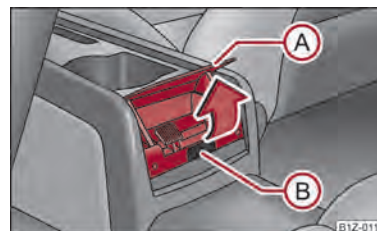

Fig. 71 Consola central baja: Cenicero trasero
- Debe asir la tapa del cenicero por el borde inferior (A) y abrirla en el sentido de la flecha ⇒ fig. 71.